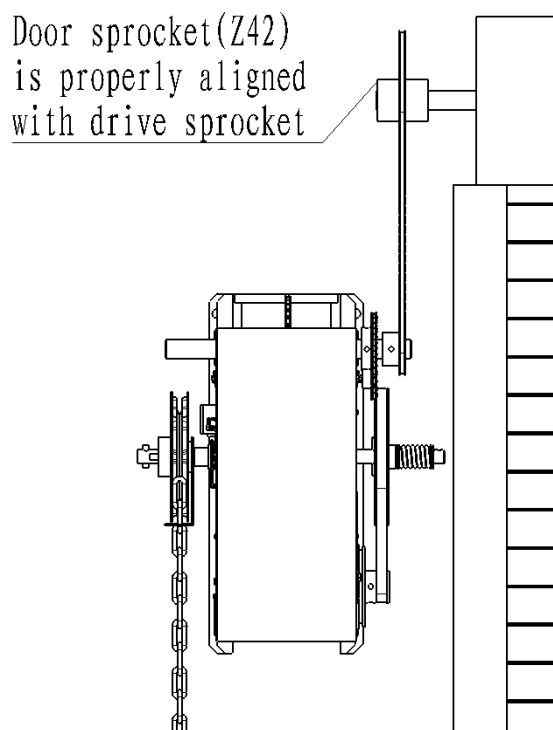

Figura 3
- 5) Ajuste la posición del piñón de salida de la puerta Z42, de modo que los dos piñones queden alineados en el mismo plano, introducir chaveta y fijar con tornillos. (Véase la Figura 3)